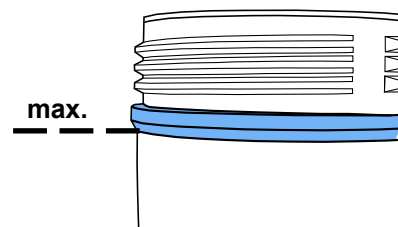

図 7
- 換気弁を押して (5)、ブラスティング・タンクを完全に換気させてください。
- タンクの蓋 (4) のネジを取り外してください。(蓋を緩めることができない場合、まだ、ブラスティング・タンクに圧力が残っています>>>もう一度、換気弁を押してください。
- 噴射剤は最高充填高さ (図 7) (ねじ山下部でタンク被覆が太くなっています) まで充填してください。